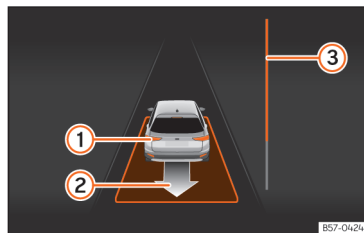

Рис. 146 Дисплей комбінації приладів: виїзд із паралельної парковки
• Їдьте заднім ходом, доки не почуєте безперервний звуковий сигнал асистента Park Pilot; **АБО:** їдьте назад, доки на дисплеї комбінації приладів не з'явиться вказівка їхати вперед. Індикатор » **рис. 146** **3** відображає залишкову відстань.